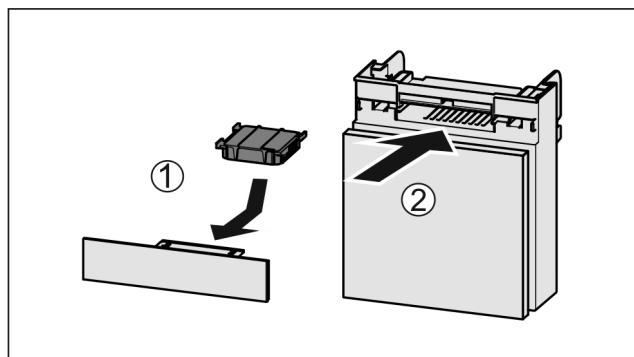

Fig. 176
- Aktivni ogleni filter vstavite Fig. 176 (1) skladno s prikazom na sliki.
- Predal potisnite noter Fig. 176 (2).